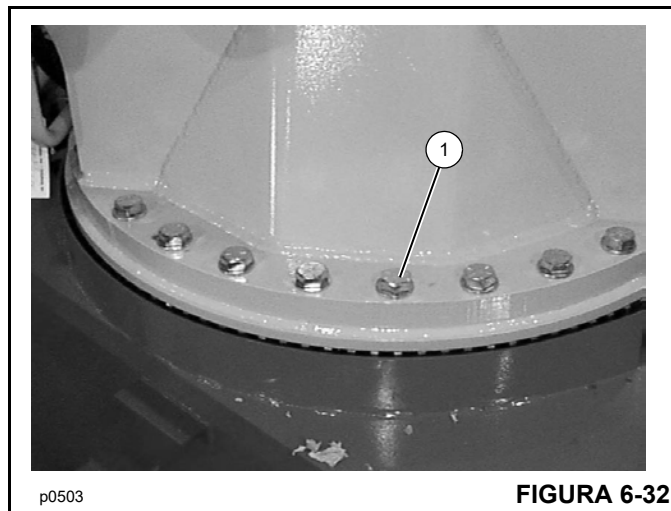

FIGURA 6-32
Aperte os vinte e seis (26) parafusos de montagem de 7/8 pol. do mastro (1, Figura 6-32) com um torque de 619 Nm (455 lb-pé). Aperte cada parafuso em sequência cruzada.